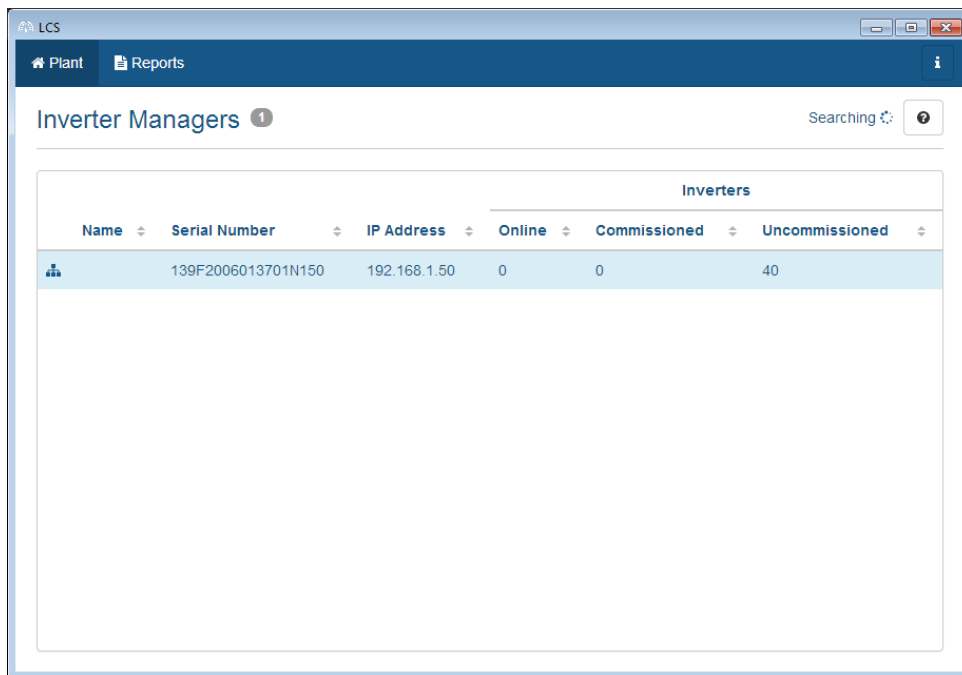

Ilustración 3.4 Herramienta LCS: pantalla inicial
2. La pantalla muestra ahora una lista de todos los Inverter Managers (consulte *Ilustración 3.4*). Para iniciar el asistente, haga clic en el Inverter Manager que vaya a configurar. Tras seleccionar el Inverter Manager, se visualizan el o los inversores descubiertos por éste. Los inversores que todavía no se han puesto en marcha (no cuentan con un código de red asignado) se presentan con un recuadro azul junto a su versión de software.